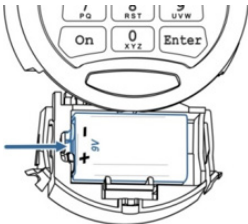

Fig. 5.2
- Débranchez la pile des points de contact sur le côté droit, comme illustré à la Fig.5.2.